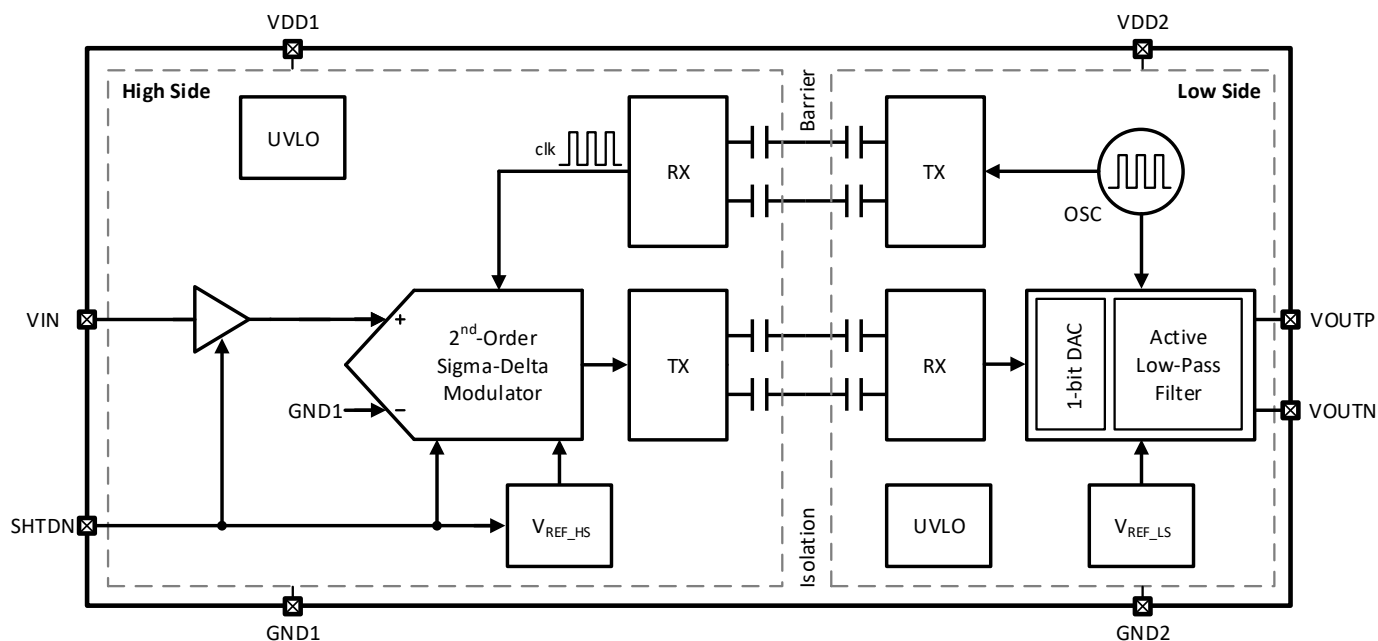

图 9-1 CA-IS1311G-Q1 功能框图
CA-IS1311G-Q1 器件是为电压检测而设计的高精度增强型隔离式运放。功能框图如图 9-1 所示。在高边，高输入阻抗缓冲器驱动二阶 Sigma-Delta ($\Sigma\Delta$) 调制器。该调制器将模拟信号转换成数字位流。为了在基于二氧化硅的隔离层的信号传输，数字位流通过使用简单的开关键控 (OOK) 调制方案和高频载波进一步调制。接收机 (RX) 在低边将接收到的调制信号恢复成原始的数字位流。经过 1 位数模转换器 (DAC) 处理后，数字位流被送到有源低通滤波器继而产生模拟输出。为了整个芯片的同步，时钟在低边产生并发送回高边，确保所有的时钟同源。